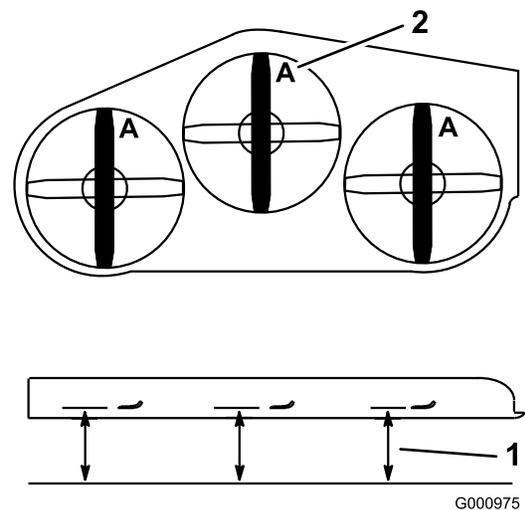

Figura 77
3. Rode as lâminas até as suas extremidades se encontrarem viradas para a frente e para trás. Meça desde uma superfície nivelada até à extremidade de corte, posição A, das lâminas (Figura 77). Anote esta medida.